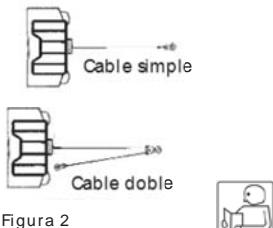

Figura 2
- La máxima capacidad de carga de trabajo se encuentra en la capa de cable metálico más cercana al tambor. NO EXCEDA LA CARGA PERMISIBLE. NO INTENTE REALIZAR TIROS PROLONGADOS BAJO CARGAS PESADAS. La sobrecarga puede dañar el cabrestante y/o el cable metálico y así crear condiciones de operación riesgosas. PARA CARGAS QUE EXCEDAN EL 50% DE LA CAPACIDAD NOMINAL, RECOMENDAMOS EL USO DE UNA POLEA DIFERENCIAL OPCIONAL PARA FORMAR UN CABLE METÁLICO DOBLE (Figura 2). Esto reduce la carga en el cabrestante y el esfuerzo en el cable metálico en aproximadamente 50%. Sujete el gancho a la parte que lleva la carga. El motor del vehículo debe estar encendido mientras el cabrestante está en funcionamiento. Si se hace funcionar el cabrestante de manera considerable con el motor apagado, es posible que la batería no tenga la fuerza suficiente para volver a encender el motor.